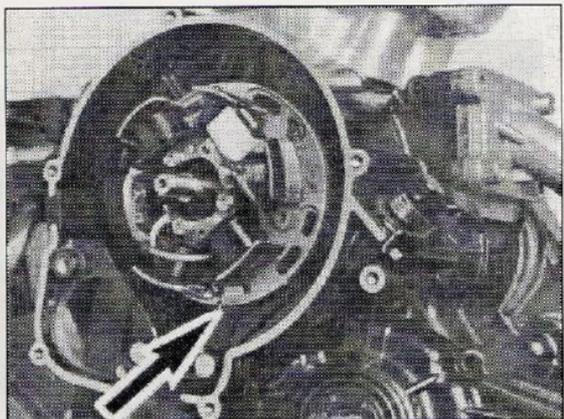

Fig. 15
- 16) PRIMA di rimuovere lo statore, fare due segni di riferimento corrispondenti, uno sulla sede nel semicarter e l'altro sulla piastra statore per consentirne l'esatto posizionamento all'atto del rimontaggio (Fig. 15).
- 16) BEFORE pulling the stator make two corresponding reference marks, one on the crankcase and the other on the stator plate thus ensuring correct positioning when reassembling (Fig. 15).